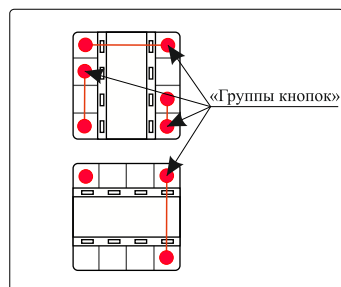

Рисунок 2. Способы расположения сценарных пультов
- **Вертикальное расположение:** например, группа из 2 кнопок, расположенных вертикально или горизонтально, может управлять освещением: одна кнопка - «включить», вторая кнопка - «выключить» (см. рисунок 2 и п. 2.2);
- для управления роллетами в пошаговом режиме: кнопками верхнего ряда выполняется управление 4 роллетами второго этажа, кнопками нижнего ряда - управление 4 роллетами первого этажа (см. рисунок 2);